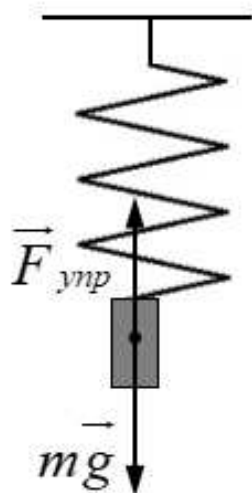

Рис. 2. Груз на одной пружине
Для экспериментальной проверки закона Гука в данной работе используется пружина, к нижнему концу которой прикрепляется груз массой  $m$  (рис. 2). Под действием силы тяжести  $mg$  пружина растягивается на  $\Delta l$ . В состоянии равновесия с учётом (1) и (2)